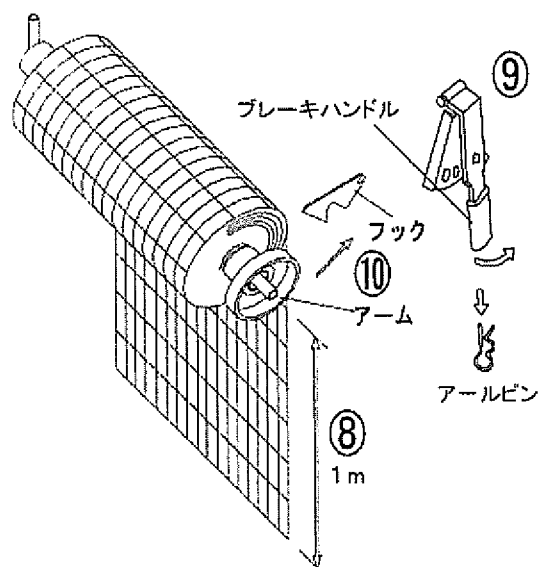
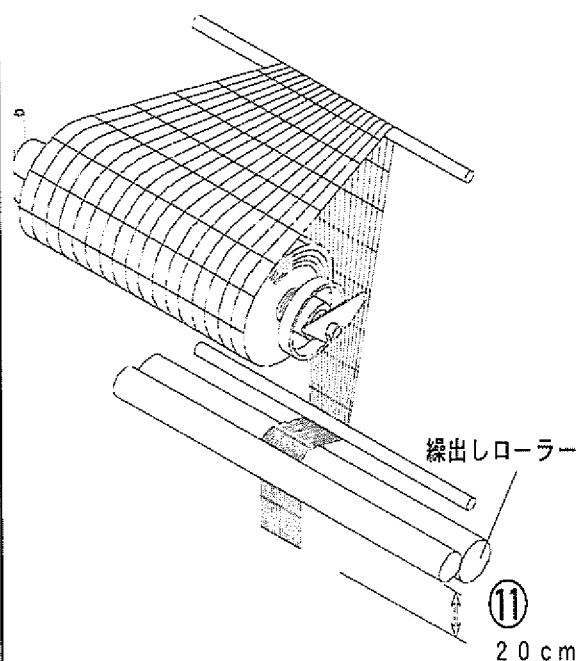

図 2 (1m ネットセット図)
図3 (1mネットセット図)
6. ブレーキハンドル⑨の R ピンを抜き、ブレーキを解除してください。
7. ネットを図 2 のように 1 m 程度引き出してください。⑧
8. アームを戻し⑩、フックで固定してください。
10. ネットを束にして図 3 のように通してください。